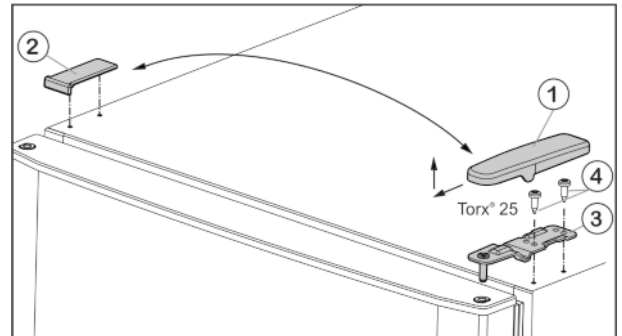

Fig. 6
- ▶ Abdeckung Fig. 6 (1) nach vorne und oben abziehen.
- ▶ Abdeckung Fig. 6 (2) abheben.
- ▶ Oberen Lagerbock Fig. 6 (3) abschrauben (2 mal Torx® 25) Fig. 6 (4) und nach oben abziehen.
- Oberen Lagerbock Fig. 6 (3) auf der neuen Scharnierseite in die Tür einsetzen.
- Oberen Lagerbock **fest (mit 4 Nm)** anschrauben (2 mal Torx® 25) Fig. 6 (4). Eventuell einen Akkuschrauber verwenden.
- Abdeckung Fig. 6 (1) auf der Gegenseite von außen aufsetzen und einrasten.
- Abdeckung Fig. 6 (2) jeweils auf der Gegenseite von oben aufsetzen und einrasten.